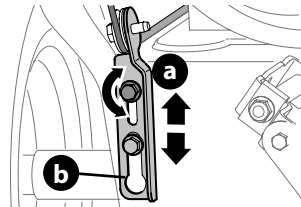

Figura 47
4. Deje la barrena engranada durante aproximadamente diez (10) segundos antes de soltar la palanca de control de la misma. Repita esta operación varias veces.
7. Para volver a ajustar el cable de control de la barrena, afloje el tornillo hexagonal superior (a) (Figura 47).
8. Ubique la ménsula de control de la barrena (b) hacia arriba para que el cable esté más flojo (Figura 47).